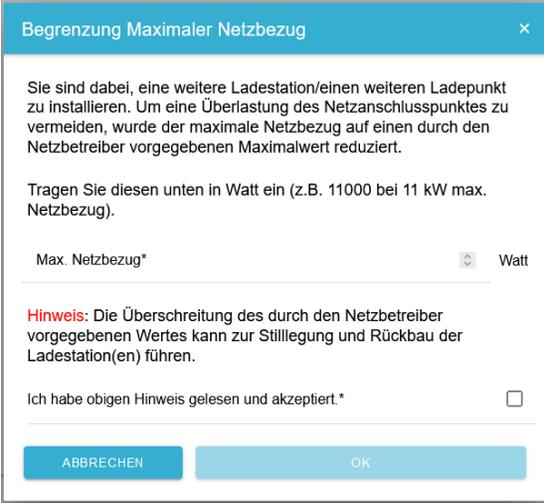

Abbildung 21. App-Installation — Variante 2: Schritt 10
- Abbildung 21. App-Installation — Variante 2: Schritt 10